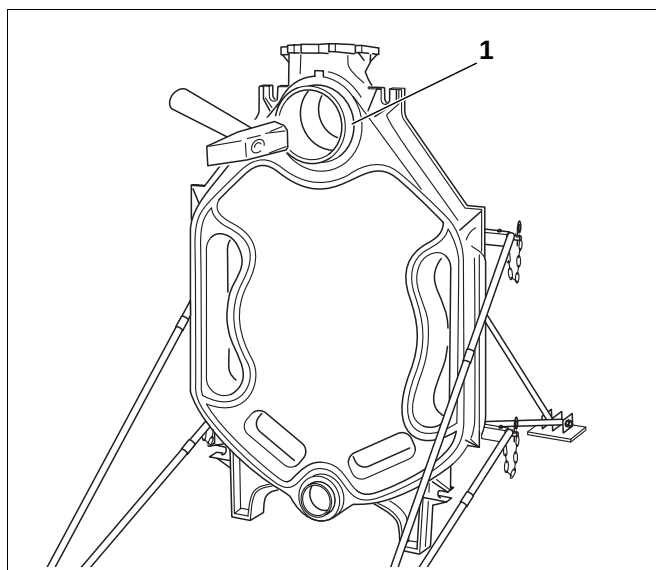

Fig. 11 Innslåing av nipler
- Sett niplene rett inn i det øvre (str. 4,181/70) og nedre (str. 1, 82/50) navet på bakelementet og slå dem kryssvis inn med kraftige hammerslag. Etter at niplene er slått inn skal den øvre nippelen (fig. 11, **pos. 1**) rage ca. 45 mm og den nedre nippelen ca. 35 mm ut av det tilsvarende navet.